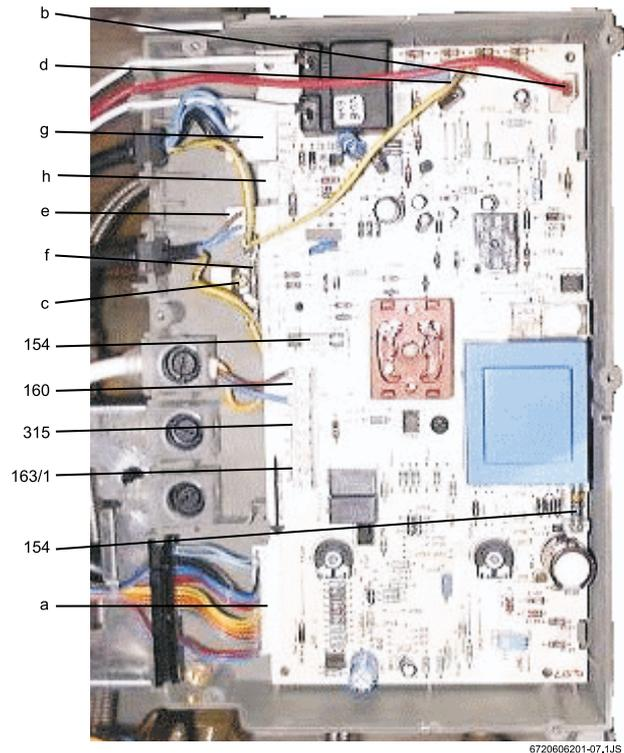

Fig. 9
- ▶ Fare passare il cavo attraverso la guarnizione del passacavo e collegarlo come da Fig. 9.
- ▶ Togliere il ponte 1 - 4 (Fig. 9, Pos. 163/1).
- ▶ Togliere il ponte 1 - 8 (Fig. 9, Pos. 315)